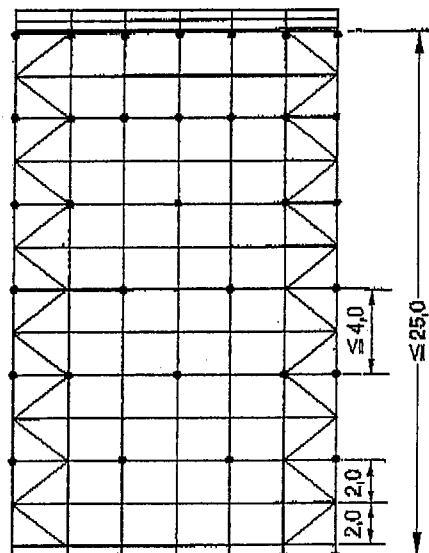

Abb. 66
- Turmartiger Aufbau in einem der 5 Gerüstfelder (Abb. 66).